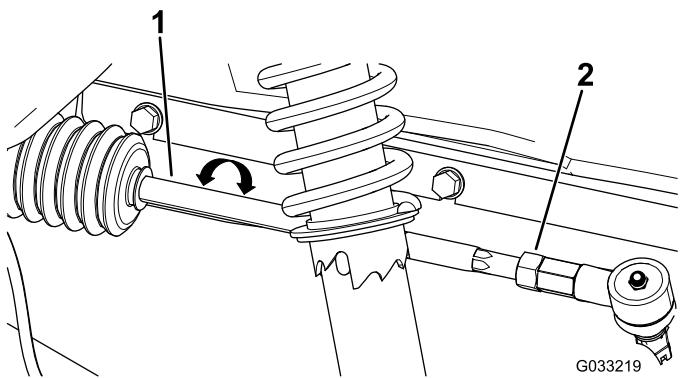

Figura 120
1. Afloje las contratuerca del extremo exterior de las bielas (Figura 120).